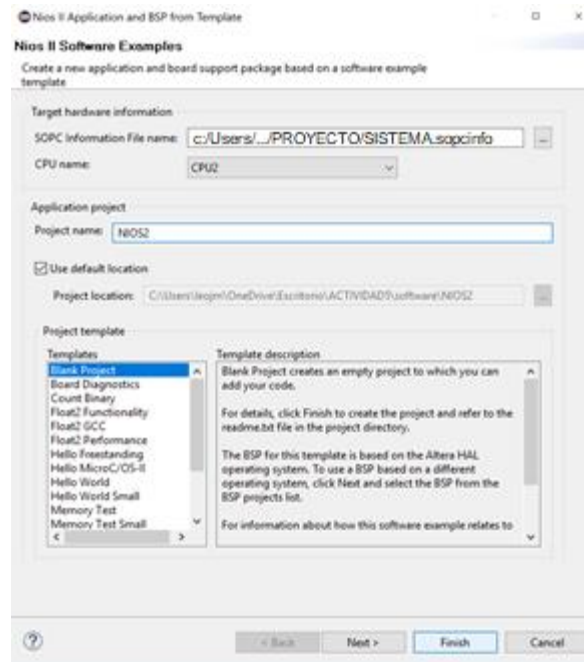

Ilustración 23 Creación de la aplicación del primer núcleo en software.
30. En la opción **CPU name** escogemos el núcleo CPU2 disponibles en la computadora embebida. En **Project name** elegimos el nombre del proyecto, utilice el nombre **NIOS2**. En **Project Template** seleccionamos la opción **Hello World** y clic en **FINISH**, tal como se muestra en la ilustración 23.